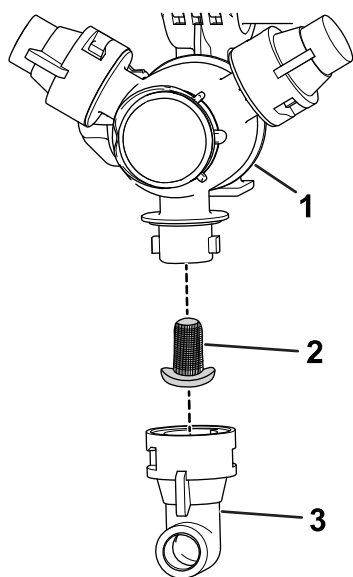

図 52
2. タレットからノズルを外す 図 52。
3. ノズルフィルタを取り外す 図 52。
5. ノズルフィルタを取り付ける 図 52。
6. タレットにノズルを取り付ける 図 52。